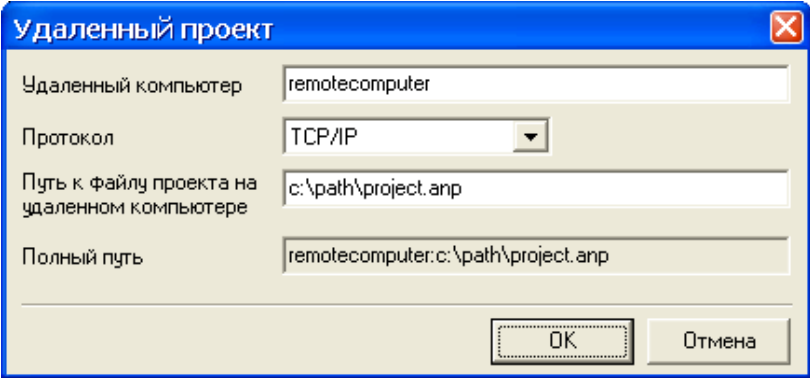

Рисунок 3.5. Удаленный проект
- Для того чтобы выбрать проект, расположенный на удаленном компьютере, нажмите на кнопку . На экране появится диалог **Удаленный проект** (см. рисунок 3.5). В этом диалоге задайте имя **удаленного компьютера**, **протокол** передачи данных и **путь** к файлу проекта на удаленном компьютере. Нажмите в диалоге **Выбор проекта** кнопку **Ок**.